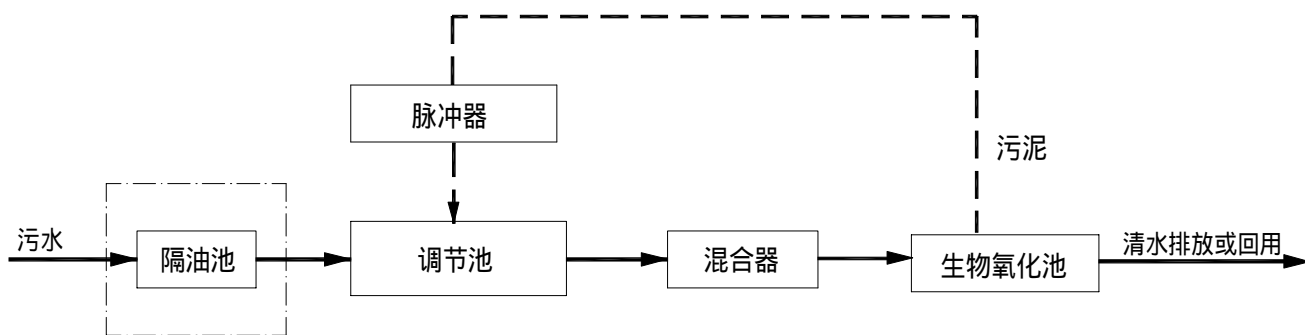

图1、MICROWEB EPB
MICROWEB EPB污水处理机主要组成部分如图1所示。它由四个(或五个)主要部分组成：(1) 隔油池(需要除浮油的污水使用)；(2) 调节池；(3) 混合器；(4) 生物氧化池；(5) 脉冲器。